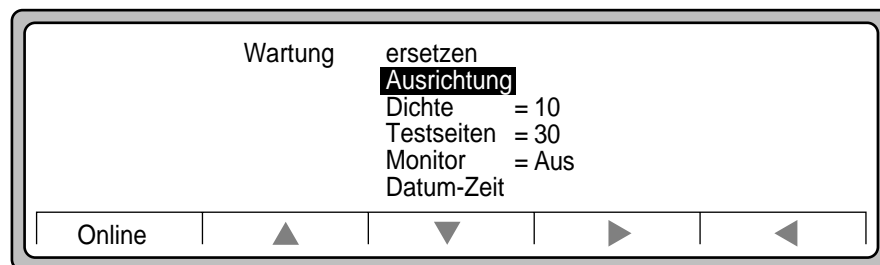

Abbildung 6-15 Wartungs-Untermenü
5. Heben Sie in dem in Abbildung 6-15 dargestellten Untermenü Wartung mit der Taste ▼ die Auswahl „Ausrichtung“ hervor, und drücken Sie ►.